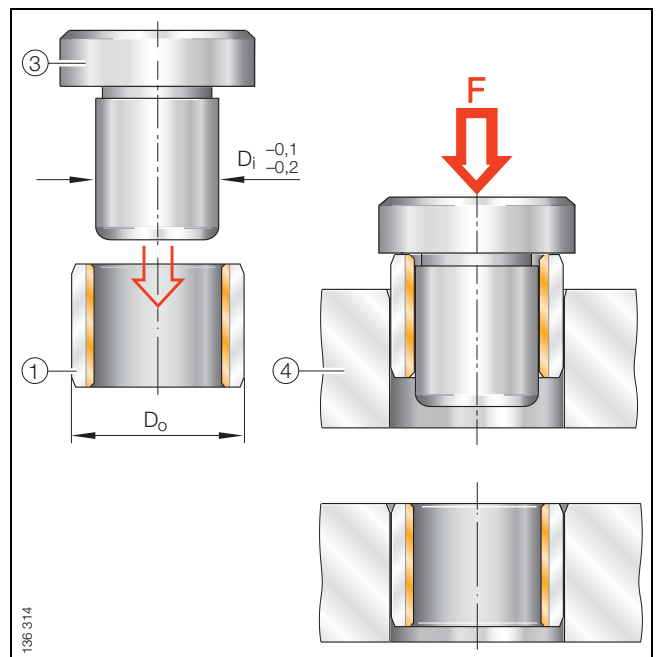

Figura 22 · Montaje a prensa, enrasado,  $D_o \leq 55$  mm
- Montaje a prensa, enrasado, con punzón, sin anillo auxiliar según figura 22